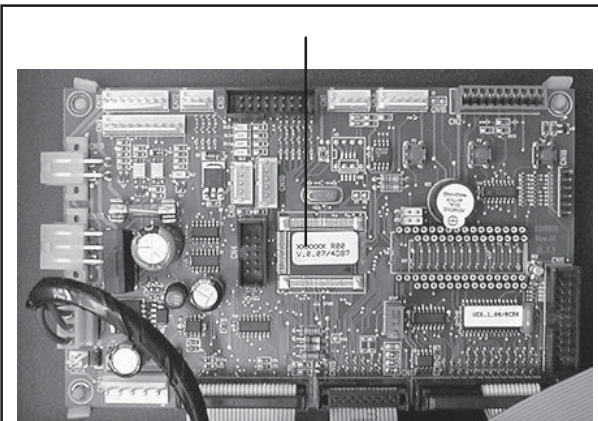

Рис. 2
- версию программного обеспечения процессора, которая отображена на плате ЦПУ, на наклейке процессора (1, рис. 2), и, по возможности, версию программы ПЗУ, которая отображается на дисплее при нажатии кнопки No2 на плате ЦПУ при активизации режима "ОБСЛУЖИВАНИЕ" (рис. 41);